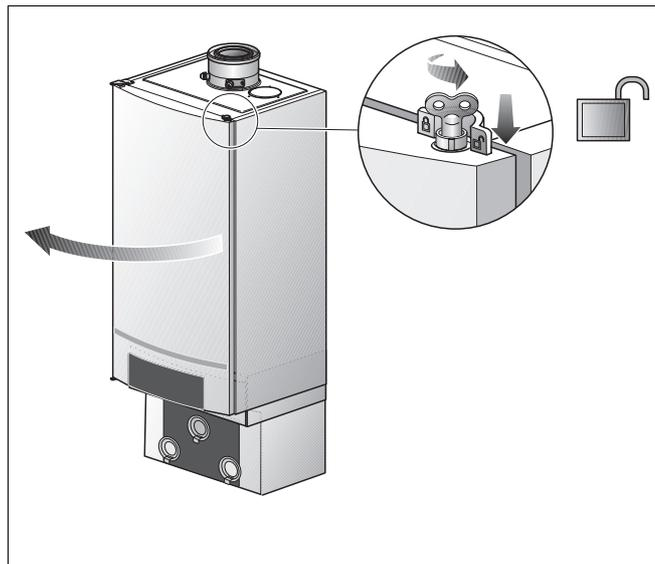

Fig. 103 Aprire il portello della caldaia
- Allentare di un quarto di giro la chiusura del portello della caldaia con la chiave di sfiato (fig.103, **zoom**).
- Premere verso il basso la chiusura (fig.103) e aprire il portello della caldaia.